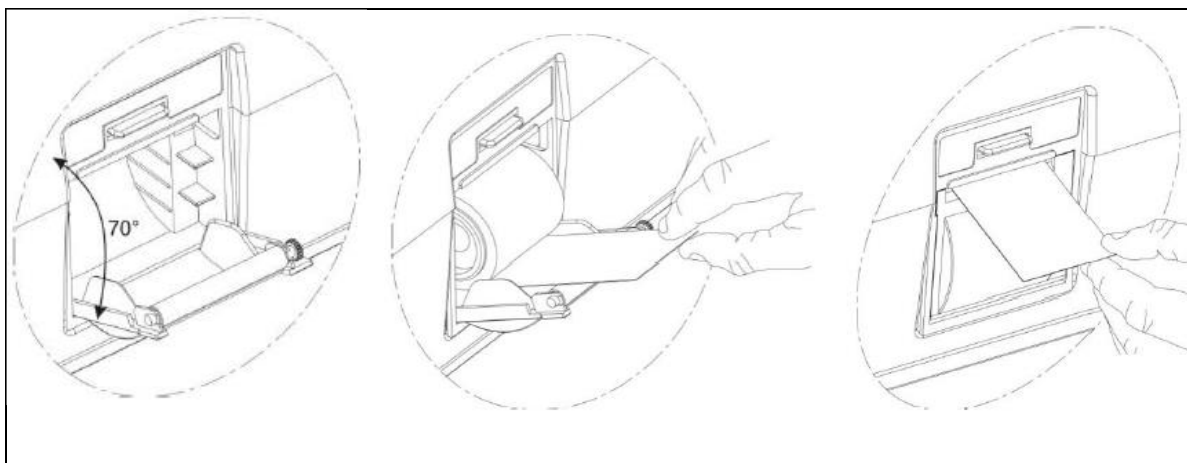

Figura 30 – Colocando papel na impressora do Vivo Gold.
Instruções para a colocação do papel térmico na impressora no Cardioversor Vivo Gold (figura 30).
6. Acerte o papel de impressão novamente de maneira que o mesmo se centralize com a impressora conforme figura 30;